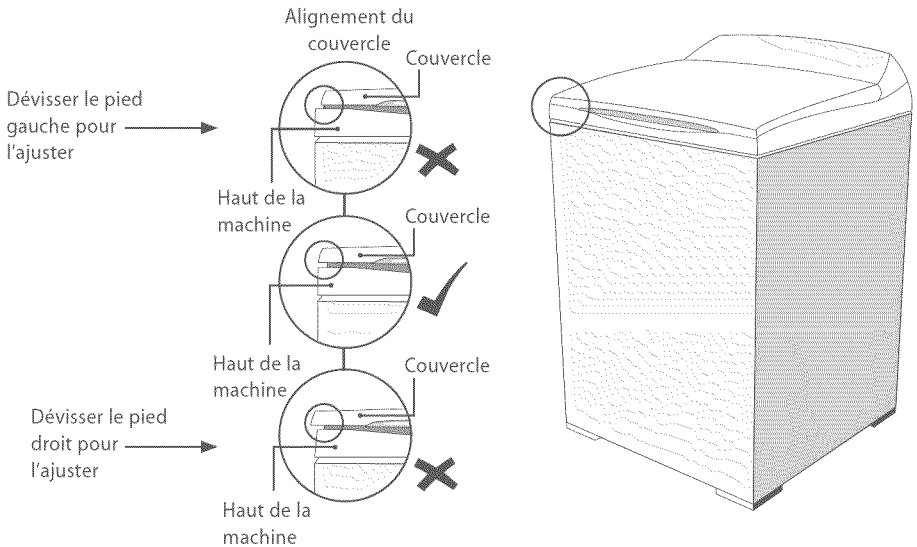

Fig.9 Pour mettre la laveuse au niveau en vérifiant l'alignement du couvercle
- 6 Fermez le couvercle. Vérifiez de vue que le couvercle et le haut de la machine s'alignent (Fig.9).